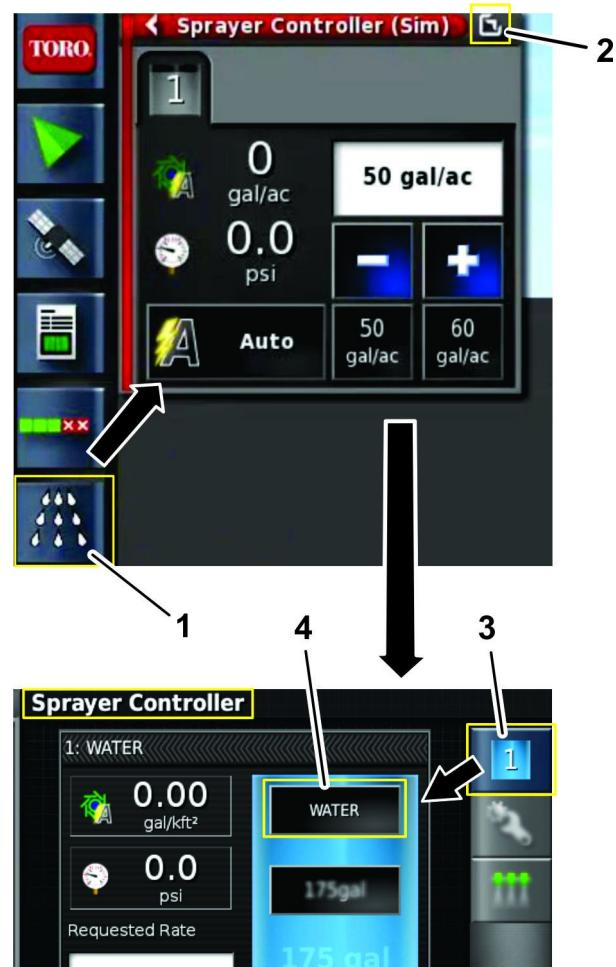

图 26
3. 按 ECU 1 图标 图 26。
4. 按产品配置图标 图 26。
2. 按“打药车控制器”图标然后展开打药车控制器面板 图 26。